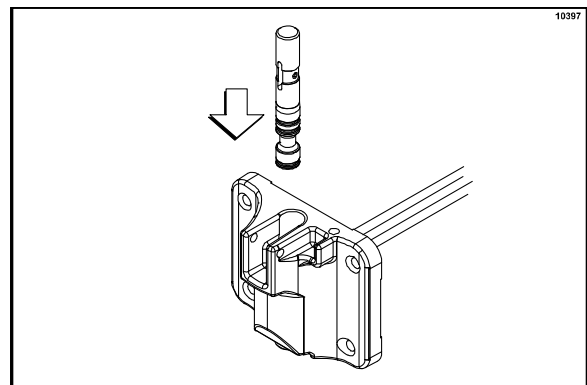

Figura 136
- Insira a válvula de extração pelo topo, com o rasgo da alavanca voltado para frente. (Veja a Figura 136.)